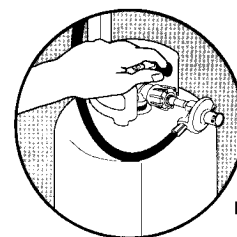

FIG. 7
3. Ouvrez la valve de la bonbonne en tournant la poignée d'un ou deux tours (voir fig. 7).